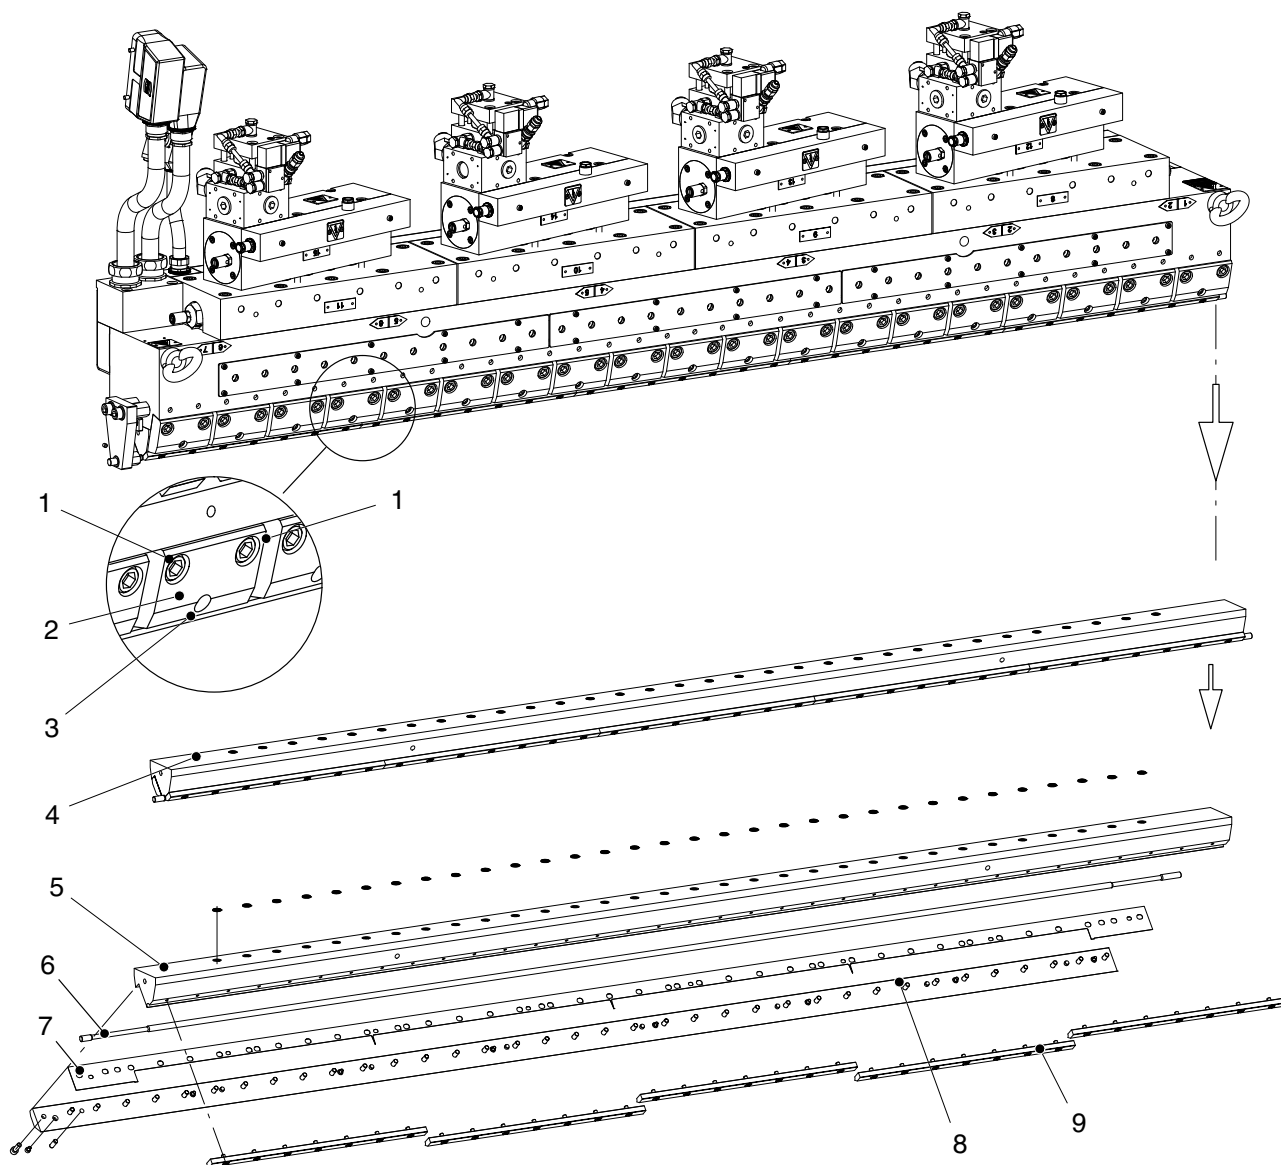

Fig. 5-3 Exemplo de um aplicador com bico permutável com barra rotativa; ilustração sem motor da barra rotativa
2. Desligue o motor a barra rotativa (6 , fig. 5-3) e separe a barra rotativa do motor. Consulte a página 5-10, *Substituição da barra rotativa*.
3. Desaperte todos os parafusos de aperto (3 , fig. 5-3). Agora, o bico pode ser retirado para o lado. Apenas quando não há espaço na parte lateral do aplicador, retire adicionalmente todas as peças de aperto (2 , Fig. 5-3) e remova o bico pela frente.
6. Desaparafuse os frisos (9 , fig. 5-3). Ter cuidado para não trocar os frisos quando os montar novamente.
7. Desarme o bico na fixação do bocal (5 , Fig. 5-3), o bocal (8 Fig. 5-3) e a chapa espaçadora (7 , Fig. 5-3).